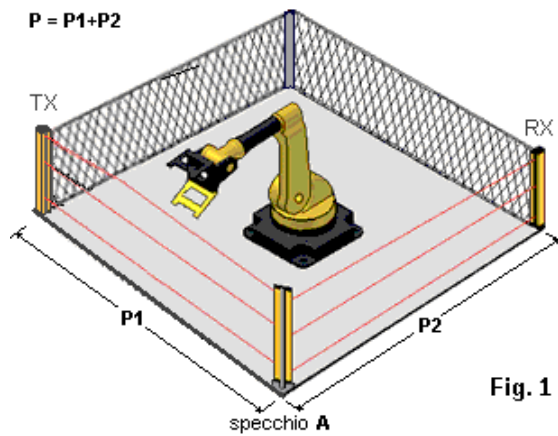

Fig. 1
- protección en “L” cuando la barrera protege 2 lados utilizando 1 espejo como en la fig. 1
Esta solución permite proteger 4 lados como en el caso precedente pero utilizando dos espejos y dos barreras, la alineación se hace como en la primera referencia (fig.1), independientemente las dos combinaciones de espejos / barreras.